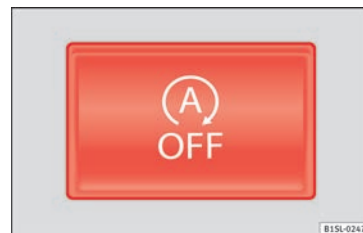

Fig. 93 Nella parte superiore della console centrale: tasto del sistema Start/Stop.
- Premere il tasto  situato nella console centrale ►► **fig. 93.**